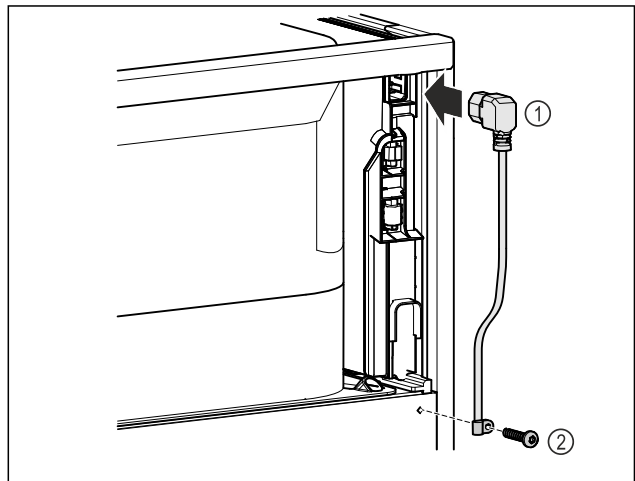

Fig. 8
- ▶ Συνδέστε την υποδοχή τροφοδοσίας του καλωδίου τροφοδοσίας Fig. 8 (1) στην πίσω πλευρά της συσκευής.
- ▶ Τοποθετήστε το ανακουφιστικό καταπόνησης, Fig. 8 (2)